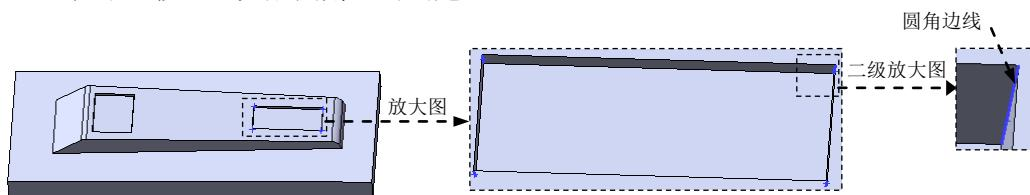

图 12.2.18 圆角边线
(2) 定义圆角类型。采用系统默认的圆角类型。
(3) 定义圆角对象。选取图 12.2.18 所示的边线为要圆角的对象。
- (4) 定义圆角的半径。在 **圆角项目(I)** 区域的 **R** 文本框中输入圆角半径值 1.5，选取 **切线延伸(G)** 复选框。
(5) 单击  按钮，完成圆角 2 的创建。